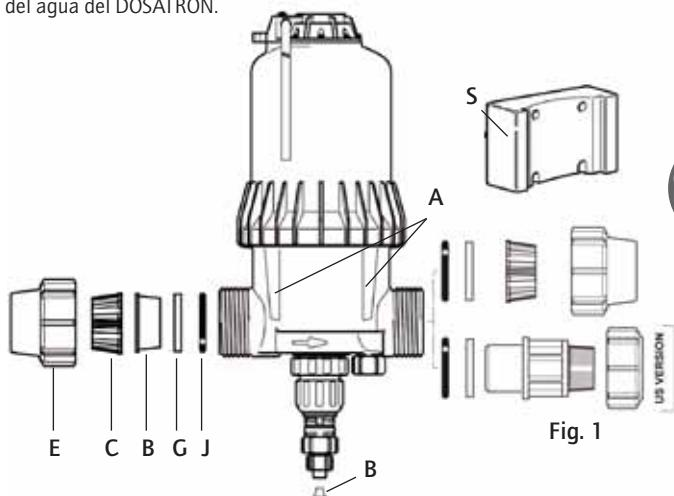

Fig. 1
- Colocar las colas de milano del DOSATRON (Fig. 1-A) en el soporte mural (Fig. 1-S).
- Retirar las tuercas (Fig. 1-E) y los anillos de fijación (Fig. 1-C) situados en los orificios de entrada y de salida del agua del DOSATRON.
- Retirar los tapones de protección del DOSATRON (Fig. 1-B) que obstruyen los orificios de su DOSATRON antes de conectarlo a la red de agua.
- Controle la posición correcta en la entrada y salida del sistema de estanqueidad. Coloque primero la junta tórica (Fig. 1-J) y luego el anillo de fijación (Fig. 1-G).